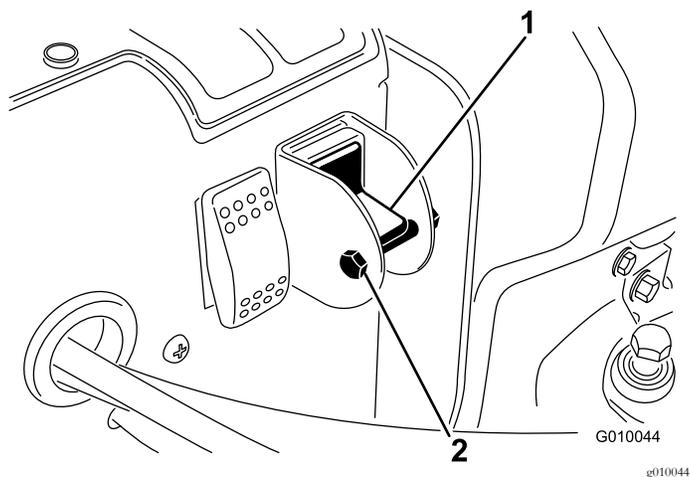

図 29
- セレクトスイッチのロック用ボルトとナットを外す 図 29。